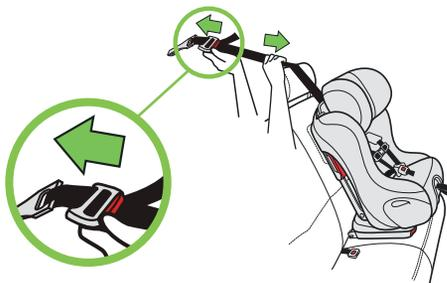

Figura 97
- Oprima y mantenga pulsado el ajustador de la correa, al mismo tiempo que tire de la correa, como se muestra en la **figura 97**.